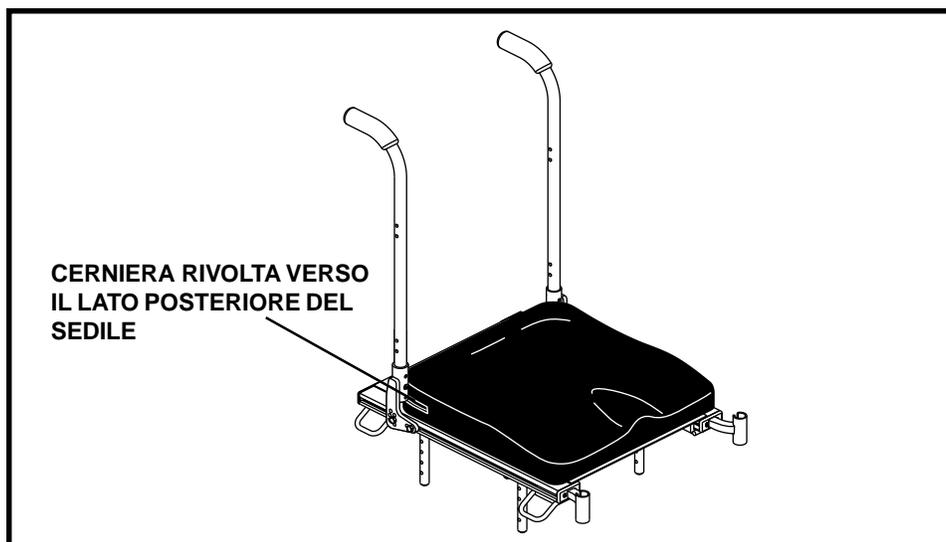

Figura 1. Collocazione del cuscino
2. Posizionare il cuscino sul sedile in modo che l'etichetta "Fondo anteriore" sia sul lato anteriore del sedile, con il lato dell'etichetta rivolto verso il basso. La cerniera sul cuscino è rivolta verso la parte posteriore del sedile. Vedere figura 1.